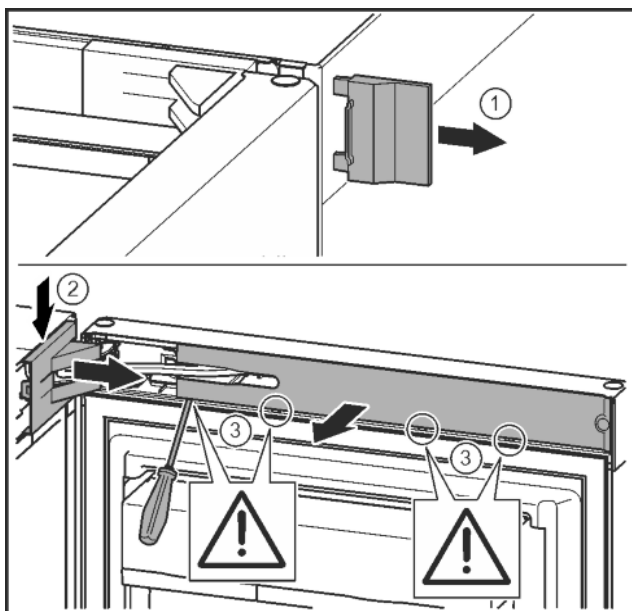

Fig. 7
► Sejměte vnější kryt. Fig. 7 (1)
► Odjistěte a uvolněte kryt stojanu ložiska. Sejměte kryt stojanu ložiska. Fig. 7 (2)
► Plochým šroubovákem odjistěte lištu a otočte ke straně. Fig. 7 (3)